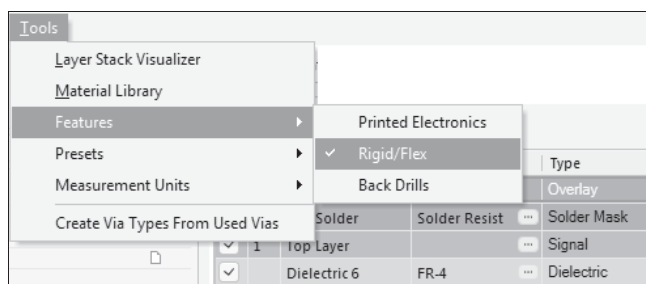

Рис. 7.39. Назначение гибко-жесткой структуры слоев
2. На первом шаге настройки в активной среде нового менеджера структуры слоев командой меню **Tools | Features | Rigid/Flex** задать формирование гибко-жесткой структуры (рис. 7.39).